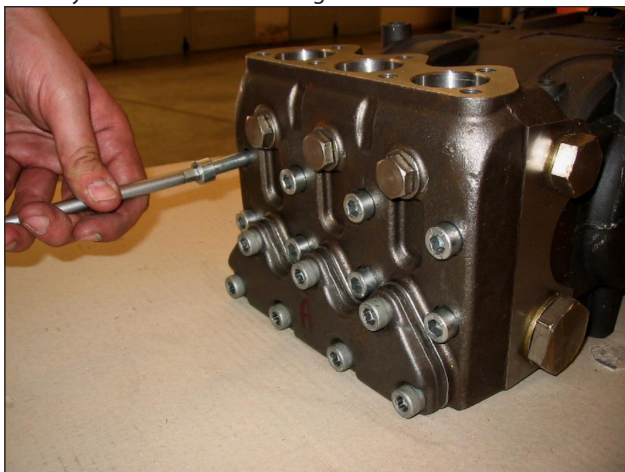

Fig. 20
A) Desatornillar los tornillos de fijación del cabezal M10x110 tal y como se indica en la Fig. 20.